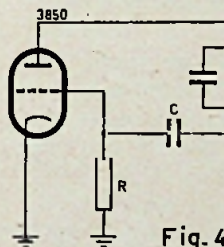

Fig. 4
1. In fig. 4 is het schema van een „Hartley“-oscillator getekend. Verklaar de werking van deze schakeling. Bij de verklaring moet u er van uitgaan, dat in oscillerende toestand de effectieve waarde van de roosterwisselspanning 2 volt bedraagt en de buis in deze schakeling $10 \times$ versterkt. Verder dient u aan de volgende punten aandacht te besteden: